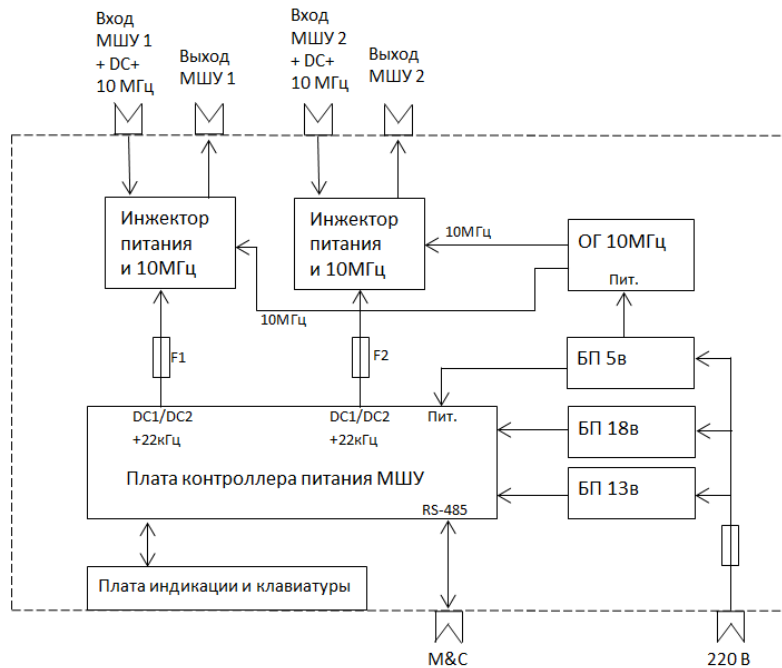

Рисунок 2 - Функциональная схема БП МШУ
1.1.4.3.2 На функциональной схеме БП МШУ (см. рисунок 2) представлены входящие в его состав следующие основные элементы (модули):